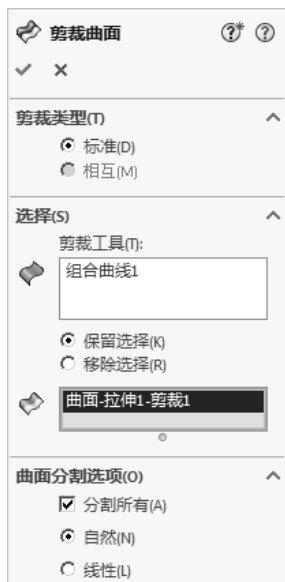

图 6.7.2 “剪裁曲面”对话框
Step2. 选择命令。选择下拉菜单 **插入(I)** → **曲面(S)** →  **剪裁曲面(T)...** 命令，系统弹出如图 6.7.2 所示的“剪裁曲面”对话框。
如图 6.7.2 所示的“剪裁曲面”对话框中各选项的说明如下。